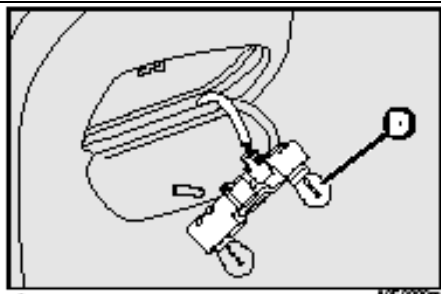

рис.36
- ❑ Извлечь и заменить нужную лампу, слегка надавив на нее и повернув против часовой стрелки **рис.36**: